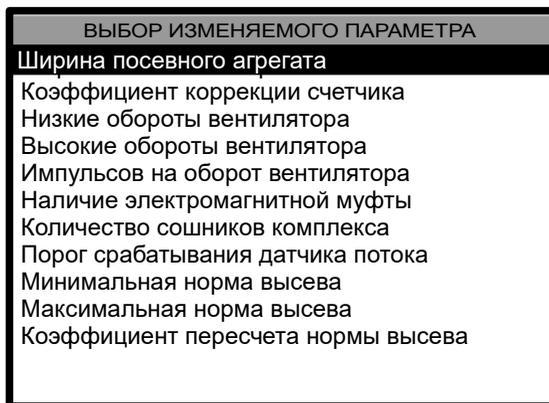

Рисунок 4.12. Меню параметров
1. Нажать клавишу , откроется меню параметров (рис. 4.12), выполненное в виде списка.